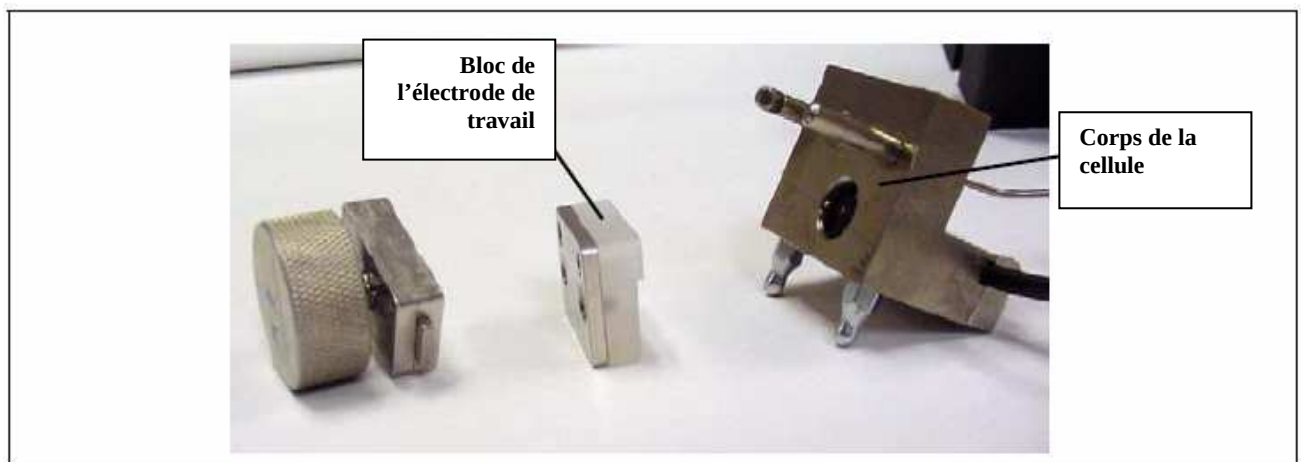

Figure 9.31. Composants de la cellule ampérométrique.
7. Séparer les parties avec précaution (voir figure 9.31).